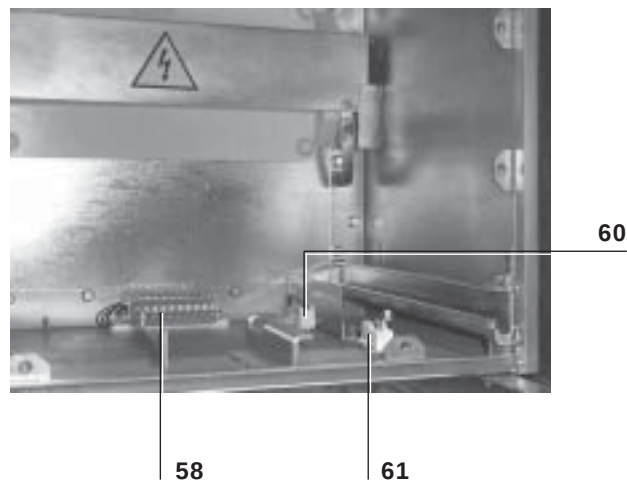

Fig. 32c_____
I circuiti secondari dei TV sono collegati mediante i contatti striscianti (58) (fig. 32c).
- contatti striscianti dei secondari dei TV (58) (fig. 32c);
- contatti di segnalazione carrello TV inserito (60) fig. 32c;
- contatti di segnalazione carrello TV sezionato (61) (fig. 32c).
VT auxiliary circuits are connected by means of sliding contacts (58) (fig. 32c).
- sliding contacts of the VT auxiliary circuits (58) (fig. 32c);
- contacts for signalling VT truck inserted (60) (fig. 32c);
- contacts for signalling VT truck isolated (61) (fig. 32c).